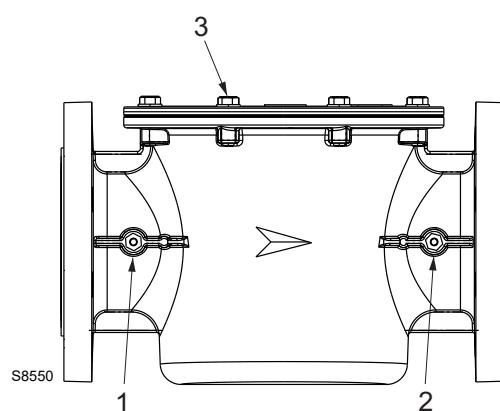

Fig. 13
Sustituir el elemento filtrante en caso de que  $\Delta p$  entre las tomas de presión 1) y 2)(Fig. 13) sea mayor de 10 mbar.
- desenroscar el tornillo de la tapa 3)(Fig. 13) y efectuar una limpieza cuidadosa del hueco del filtro;